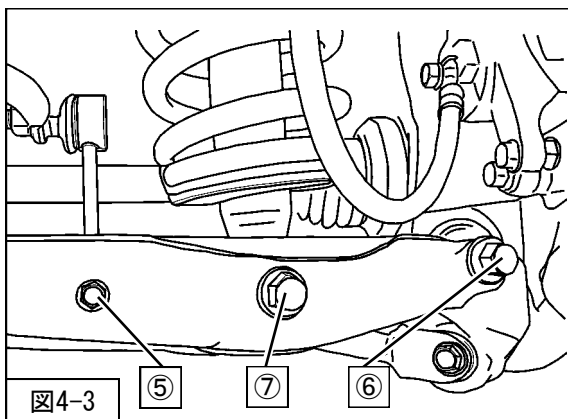

図4-3
⑦リアサスペンションASSYロア取付ボルト・ナット（締付トルク：110N・m）
⑥ロアアーム取付ボルト・ナット（締付トルク：161N・m）を取付けてください。（図4-3）
5. ⑤スタビライザリンク取付ボルト・ナット（締付トルク：27N・m）を取付けてください。（図4-3）